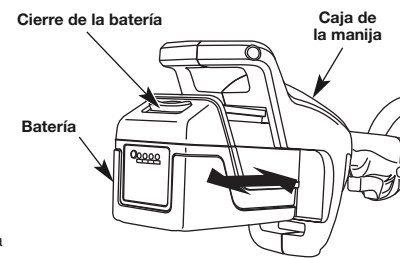

Fig. 10
1. Alinee la lengüeta de la batería con la cavidad en la empuñadura (Fig. 10).
1. Presione el botón de cierre de la batería y manténgalo oprimido (Fig. 10).
1. Ajuste la batería en la cavidad de la empuñadura (Fig. 10). Remítase a Instalación de la batería.